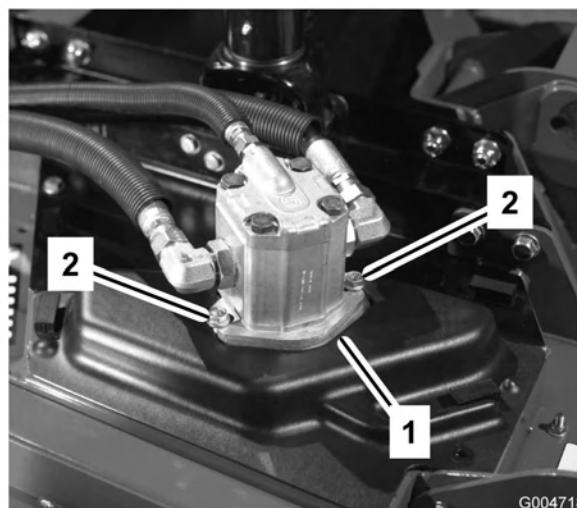

Figura 64
4. Retire os parafusos que fixam o motor hidráulico à unidade de corte (Figura 64). Levante o motor da unidade de corte e coloque-o na zona superior da unidade de corte.